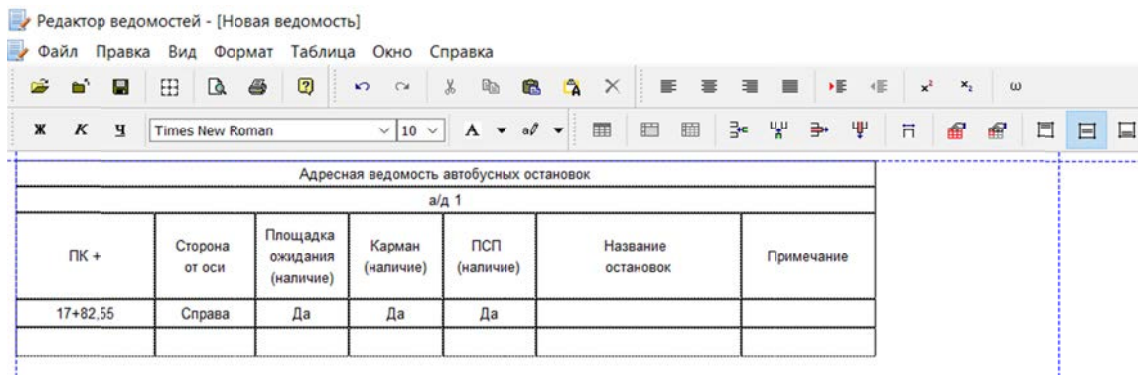

Рис. 5.9. Редактор ведомостей
8. При необходимости выполните доработку и редактирование ведомости, сохранение ведомости в формате ***.html** через **Редактор ведомостей** (рис. 5.9).